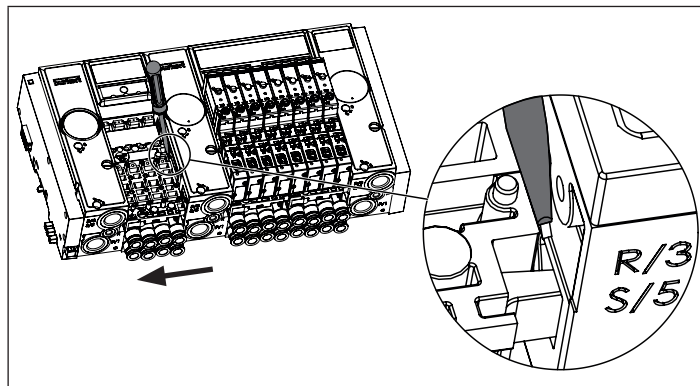

Abb. 17: Entriegelung oberer Rasthaken
- Oberen Rasthaken entriegeln. Dazu mit einem Schlitzschraubendreher auf Höhe des oberen Rasthakens linkes Anschlussmodul parallel zur Normschiene von der verrasteten Ventilbaugruppe wegdrücken, bis sich der obere Rasthaken entriegelt (siehe „Abb. 17“).
- Oberen Rasthaken entriegeln. Dazu mit einem Schlitzschraubendreher auf Höhe des oberen Rasthakens Anschlussmodul parallel zur Normschiene von der verrasteten Ventilbaugruppe wegdrücken, bis sich der obere Rasthaken entriegelt (siehe „Abb. 17“).
- Oberen Rasthaken entriegeln. Dazu mit einem Schlitzschraubendreher auf Höhe des oberen Rasthakens rechtes Anschlussmodul parallel zur Normschiene von der verrasteten Ventilbaugruppe wegdrücken, bis sich der obere Rasthaken entriegelt (siehe „Abb. 17“).
→ Oberen Rasthaken entriegeln. Dazu mit einem Schlitzschraubendreher auf Höhe des oberen Rasthakens Ventilbaugruppe parallel zur Normschiene von der verrasteten Baugruppe wegdrücken, bis sich der obere Rasthaken entriegelt (siehe „Abb. 17“).